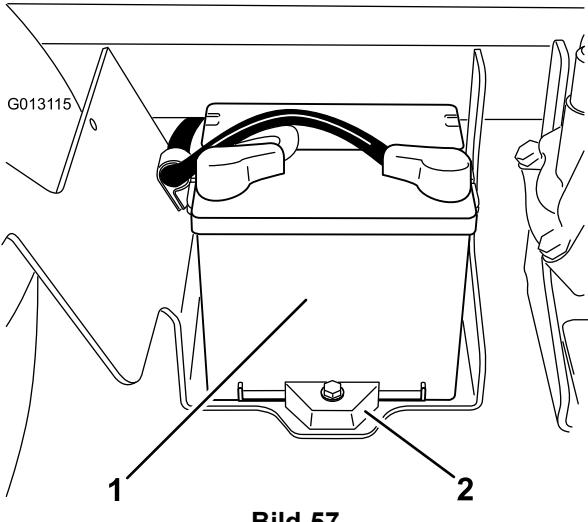

Bild 57
2. Die Batterie befindet sich an der rechten Seite der Maschine hinter der Pumpe (Bild 57).
Klemmen Sie das (rote) Pluskabel vom Batteriepol ab. Nehmen Sie die Batteriehalterungen und -befestigungen ab (Bild 57).
2. Setzen Sie die Batteriehalterung auf und befestigen Sie sie mit den drei vorher entfernten Befestigungen (Bild 57).
4. Setzen Sie die Batterieabdeckung auf und befestigen Sie sie mit den zwei Handräädern (Bild 57).
1. Lösen Sie die Handräder an beiden Seiten des Batteriekastens und nehmen Sie die Batterieabdeckung ab (Bild 57).